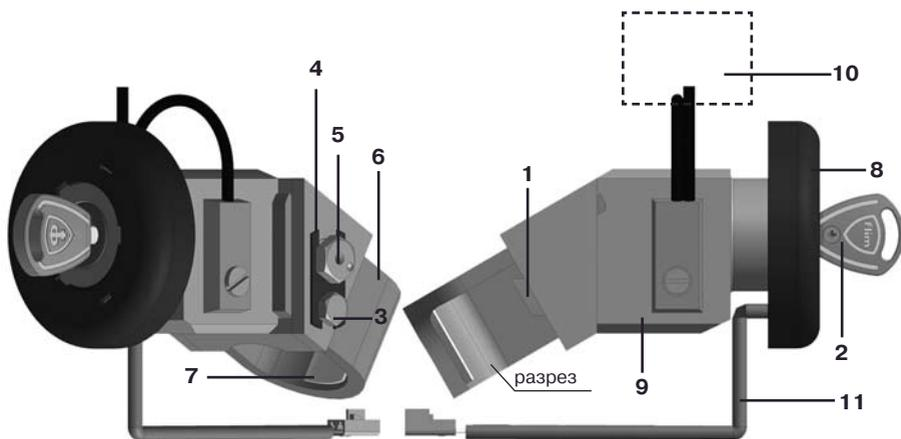

рис. 5 Схема механической части замка
5.3. Отведите ригель механического замка в крайнее положение (рис. 5, поз. 1). Для этого поверните ключ в положение «Set» (ключ остается в замке), как указано в пункте 4.4. Положение ключа в режиме «Set» используется как при монтаже, так и при демонтаже механического замка.
5.4. Отверните болт M5 (рис. 5, поз. 3) и снимите планку оси эксцентриковой (рис. 5, поз. 4). Выньте ось эксцентриковую (рис. 5, поз. 5) и разъедините хомут (рис. 5, поз. 6) от корпуса механического замка (рис.5 поз 10).
5.6. В совмещенные отверстия установите ось эксцентриковую, затем с помощью ключа «S14» поверните по часовой стрелке шестигранную головку на оси эксцентриковой с усилием не более 4,5 кгс • м, обеспечив плотное прилегание корпуса механического замка, к кожуху вала рулевого управления. При наличии зазоров, невыбираемых осью эксцентриковой, используйте прокладки-компенсаторы со скотчем (рис. 5, поз. 7) для устранения зазора, прикрепив их (одну или две) на предварительно снятый хомут. При достижении жесткой фиксации механического замка на кожухе вала рулевого управления, установите планку оси эксцентриковой (рис. 5, поз. 4), закрепив болтом М5 (рис. 5, поз. 3), и отогнув лепестки на планке, зафиксируйте ось эксцентриковую и болт М5 от поворота (фото 2).
6.3 После проведения проверки работоспособности электромеханического замка зажигания на автомобиле, установите пластмассовый кожух рулевой колонки, оденьте декоративную насадку на замок (рис.5 поз.8) и окончательно отрегулируйте пластмассовый кожух рулевой колонки относительно декоративной насадки.